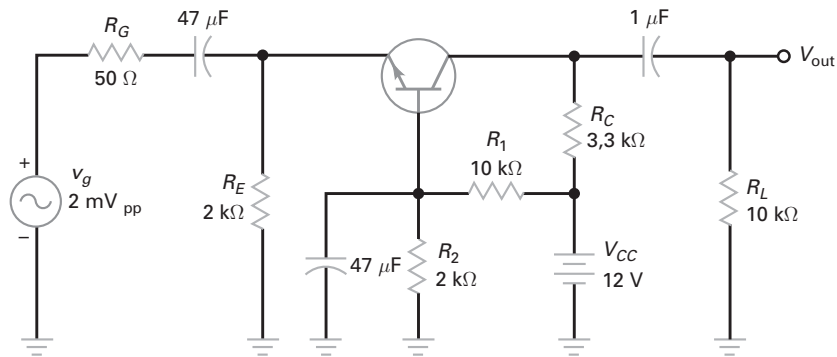

Figura 9-35
- 9-28** Na Figura 9-35, qual é a corrente no ponto Q ?
- 9-29** Qual é o valor aproximado do ganho de tensão na Figura 9-35?
- 9-30** Na Figura 9-35, qual é a impedância de entrada vista pelo emissor? Qual é a impedância de entrada do estágio?
9-31 Na Figura 9-35, com uma entrada de 2 mV do gerador, qual é o valor de v_{out} ?
9-32 Na Figura 9-35, se a tensão de alimentação V_{CC} for aumentada para 15 V, qual será o valor de v_{out} ?
- 9-42** Na Figura 9-35, qual é a tensão de saída se o capacitor de desvio da base entrar em curto?